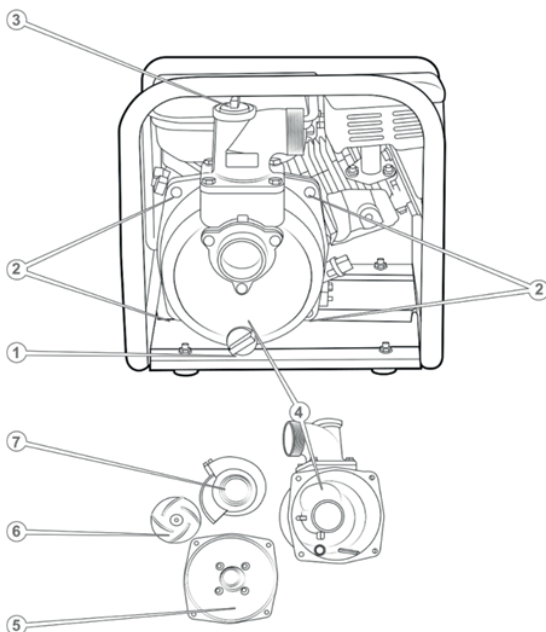

Рисунок 9. Насосна частина. Порядок очищення.
1. Відкрутити кришку (3, рис. 9) горловини для заливання води в насос (4, рис. 9) і пробку (1, рис. 9) зливання води з насоса.
3. Відкрутити кріпильні вироби (2, рис. 9), які кріплять корпус насоса (4, рис. 9) та зняти корпус насоса.
4. Очистити від бруду корпус насоса (4, рис. 9), задню кришку насоса (5, рис. 9), робоче колесо (6, рис. 9) і дифузор (7, рис. 9).
6. Встановити корпус насоса на місце й надійно закріпити кріпильними виробами (2, рис. 9).
7. Закрутити пробку (1, рис. 9) зливання води з насоса та залити в робочу камеру насоса чисту воду.
9. Відкрутити пробку (1 рис. 9) зливання води з насоса й повністю злити воду з камери насоса.